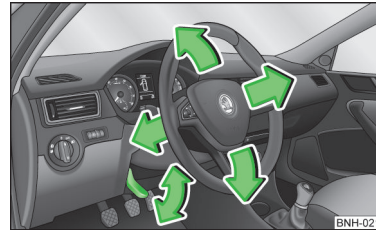

Abb. 89
- Den Hebel unter dem Lenkrad nach unten schwenken » Abb. 89.